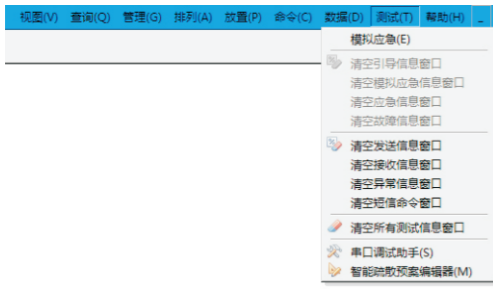

图 18.1
- 模拟应急：此功能是用来测试设备是否正常，按照图 18.1输入联动火灾报警器的地址就能够测试该逃生路线是否正常。灯具进入应急状态。